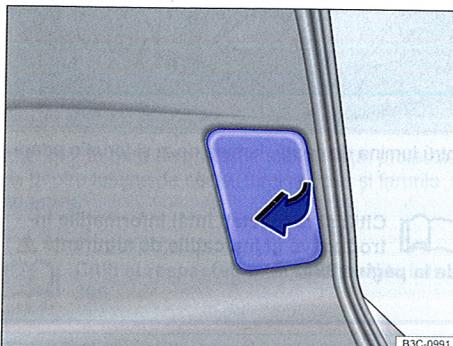

Fig. 248 În capota portbagajului: scoaterea capacului.
3. Cu lama plată și șurubelnitei din trusa de scule ⇒ fig. 223, ridicați cu grijă capacul ⇒ fig. 248.